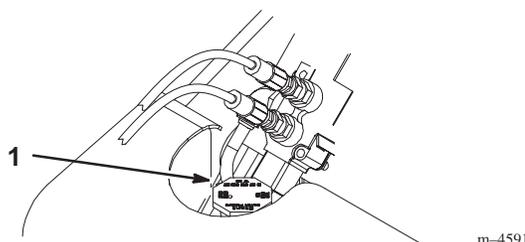

Figure 8
3. Enlevez le bouchon de remplissage du radiateur et vérifiez le niveau du liquide de refroidissement (Fig. 8). Il doit atteindre le goulot de remplissage.